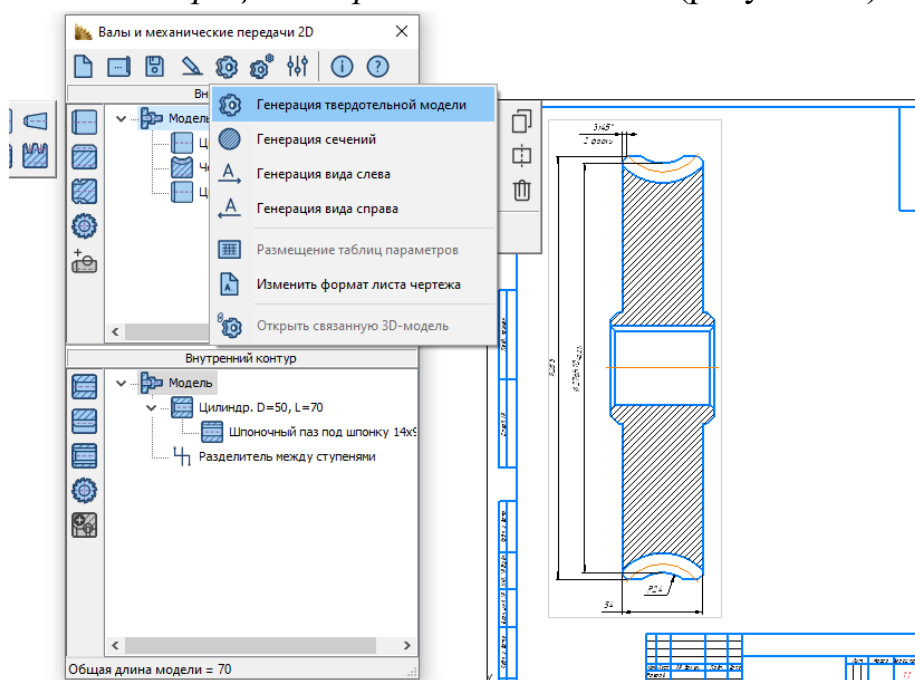

Рисунок 44 - Запуск генерации твердотельной модели колеса
- Для запуска процесса формирования трехмерной твердотельной модели червячного колеса на основе плоской модели, созданной в системе «Валы и механические передачи 2D», нажмите кнопку *Дополнительные построения и действия – Генерация твердотельной модели* (рисунок 44).